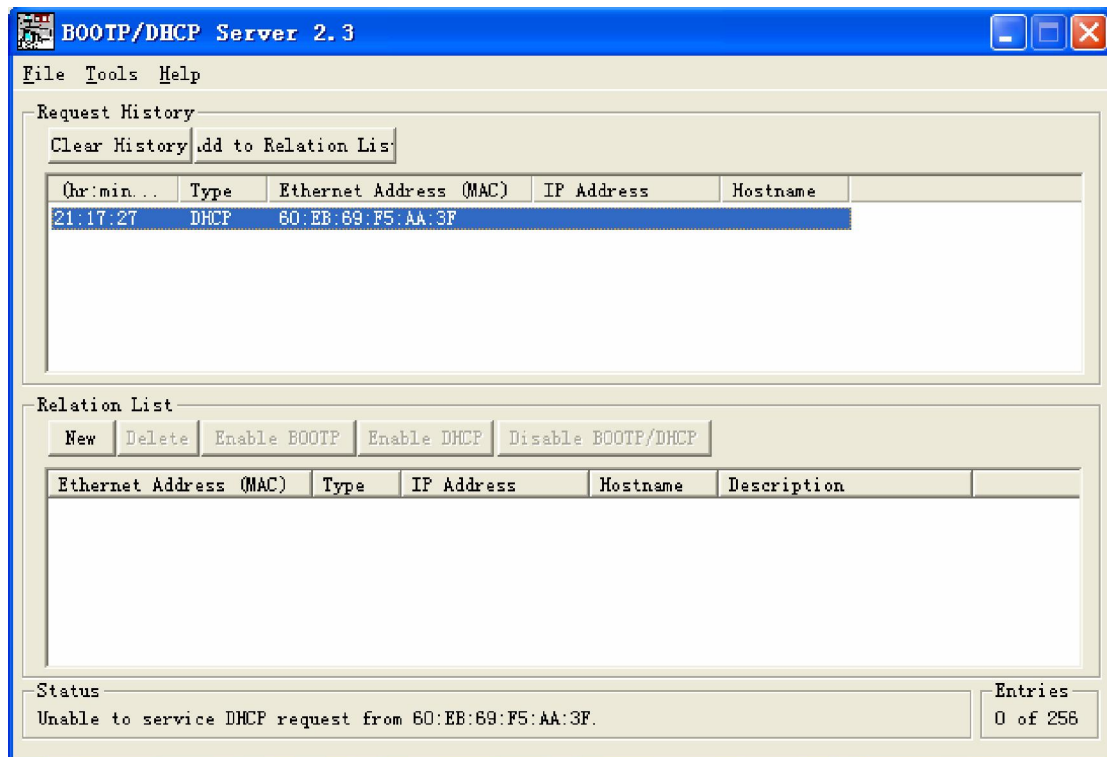

图 3 刷 MAC 地址
4. 如果网络上有尚未配置 IP 地址的 PLC 模块，窗口对话框上将会显示出该模块的 MAC 地址，并且会不断的被刷新，如图 3 所示。